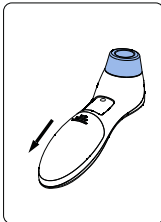

Abbildung 8
2. Schieben Sie die Batterieabdeckung wie in Abbildung 8 dargestellt ab.